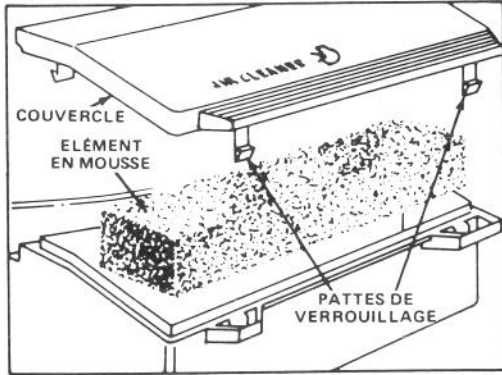

Figure 12
2. Enfoncez les pattes de verrouillage et soulevez le couvercle du filtre à air. Nettoyez à fond le couvercle (Fig. 12).
enlevez-le de l'unité de filtre à air (Fig. 12). Nettoyez à fond.